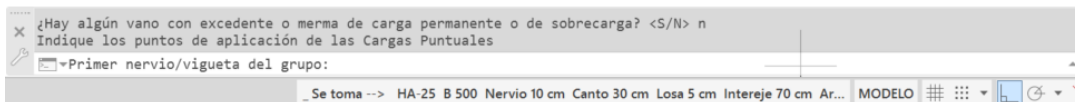

Figura 12. Mensaje de Architrave® en el cuadro de diálogo
7. Posición y número de viguetas. Finalmente hay que indicar punto en el que se colocaría la primera vigueta (figura 12), y el punto en que se colocaría la última. Esta última pregunta tiene como objeto que el programa calcule el número de viguetas del mismo tipo a colocar sobre el forjado y el peso del acero correspondiente a todos los negativos de ese vano.